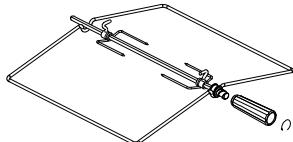
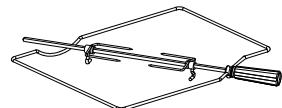

рис. 13
рис. 14
- Электрошкаф может комплектоваться вертелом со съемной рукояткой (рис.13). В зависимости от комфортности, электрошкафы могут комплектоваться вертелами другого исполнения (рис.14). При установке и извлечении вертела использовать рукоятку, которая накручивается на резьбовую втулку.